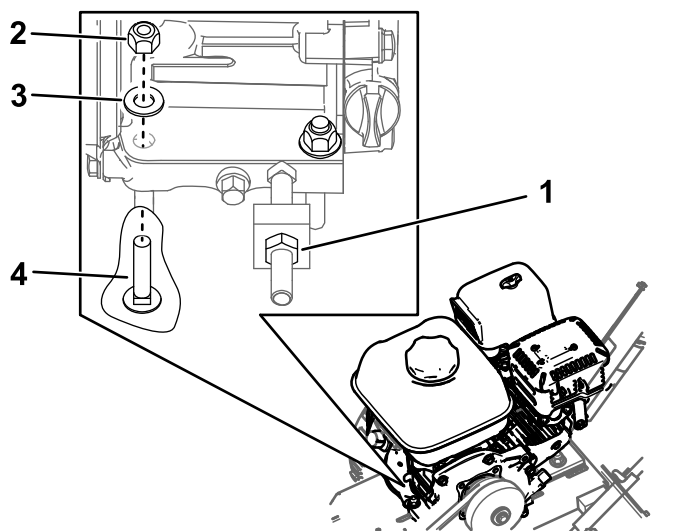

Figura 11
8. Apriete la contratuerca del perno tensor (Figura 11).
10. Instale o apriete las fijaciones que sujetan el motor al bastidor (Figura 11).